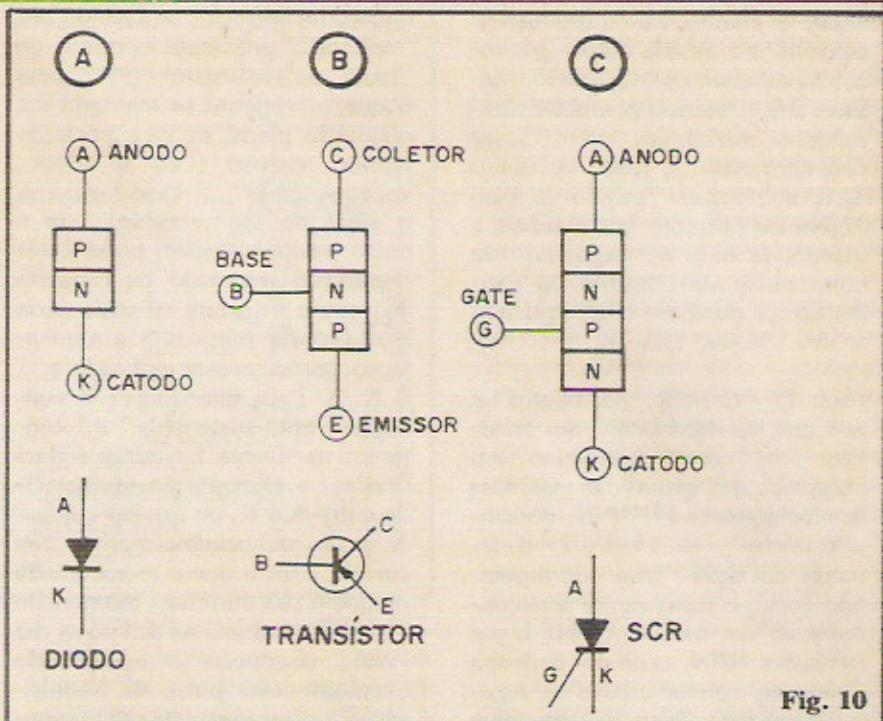

Fig. 10
- FIG. 10 - Comparação das estruturas semicondutoras dos DIODOS, TRANSÍSTORES bipolares e TIRÍSTORES (SCR)... Enquanto o DIODO (10-A) apresenta uma única junção PN, permitindo a circulação da corrente (sen-
tido convencional) de anodo para catodo, o transístor (no caso um PNP) tem o fluxo de corrente entre emissor/coletor condicionado pela corrente aplicada entre base/emissor (o transístor bipolar comum apresenta, então, duas junções semicondutoras...) e desde que a polarização de base, em Tensão, exceda o "degrau" de 0,6V do "diodo" base/emissor. (fig. 10-B), sem o que não poderá haver corrente de excitação, e o componente não "liga" nem "começa" a atuar na sua chamada região linear... Já um SCR mostra uma estrutura semi-condutora interna com 4 camadas ou blocos, altermando-se a polaridade dos materiais (P-N-P-N)...